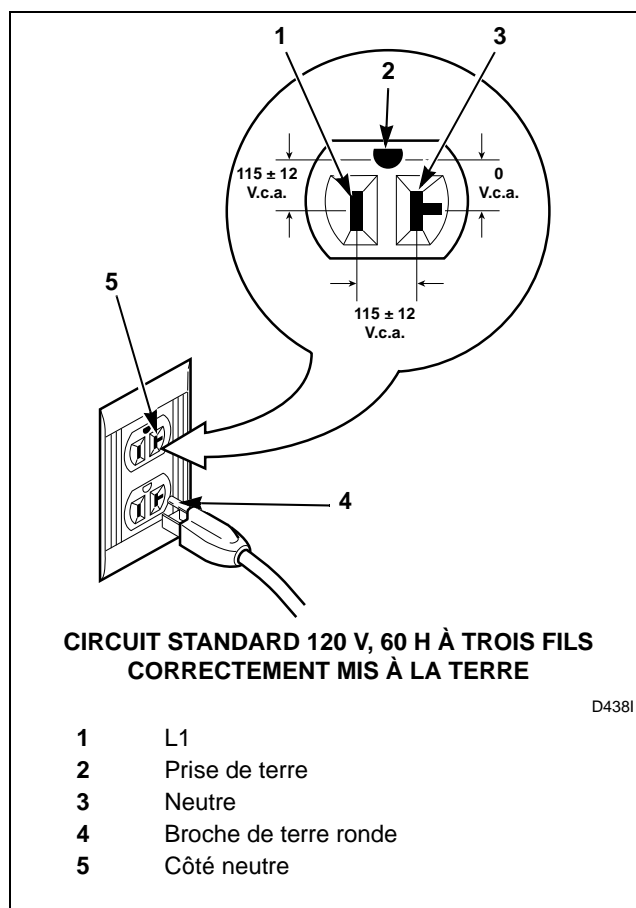

Figure 18
- La fiche de mise à la terre à trois broches du câble électrique doit être branchée directement dans la prise polarisée à trois fentes efficacement mise à la terre à 120 volts, C.a. (courant alternatif), 20 A. Se reporter à la *Figure 18* afin de déterminer la polarité correcte de la prise murale.